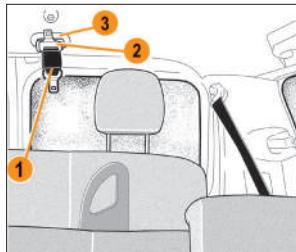
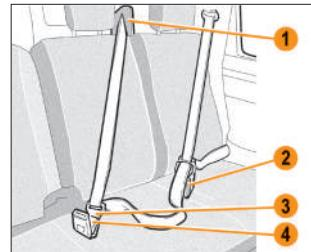

Рис. 2.5.5. Средний ремень безопасности в исходном положении
Рис. 2.5.6. Пристегивание средним ремнем безопасности
**Средний ремень безопасности на сиденье второго ряда:** медленно вытяните средний ремень **1** (рис. 2.5.5) из гнезда **3**. В целях обеспечения безопасности проденьте средний ремень безопасности в его направляющую **1** (рис. 2.5.6). Вставьте язычок **2** (см. рис. 2.5.5) в замок **2** (см. рис. 2.5.6) с кнопкой чёрного цвета до щелчка. Затем защелкните скользящую пряжку **3** в замке **4** с кнопкой красного цвета.